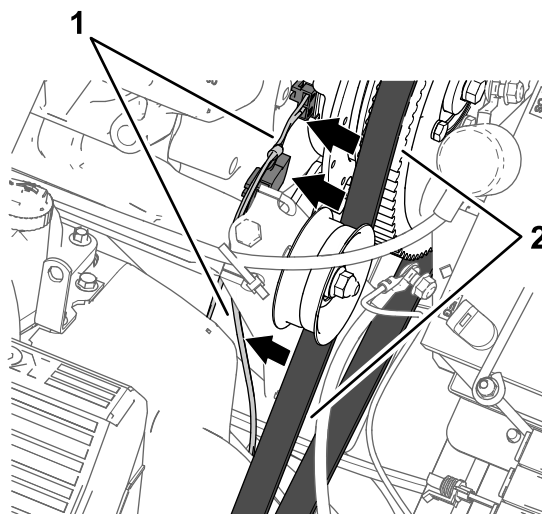

Рисунок 167
4. Проложите ответвление жгута проводов длиной 84 см, закрепив на двигателе и насосе опрыскивателя так, чтобы жгут проводов был расположен на достаточном расстоянии от ремня генератора (Рисунок 167).